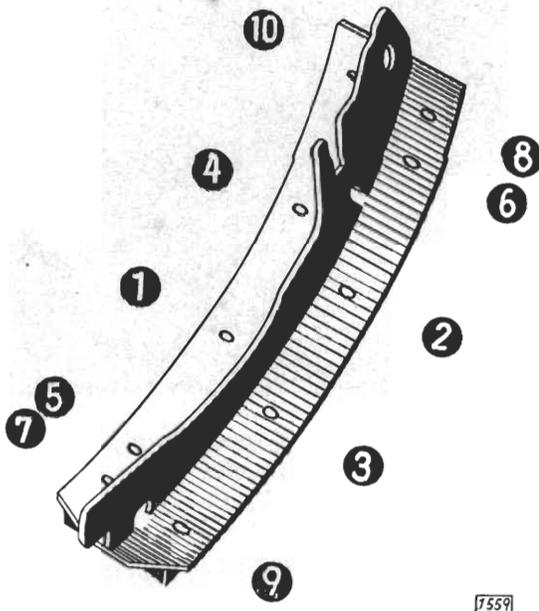

Bild 26 - Reihenfolge beim Festnieten des Bremsbelages an den hinteren Bremsbacken
1. Bremsbeläge der Hinterrad-Bremsbacken nach der Reihenfolge in Bild 26 festnieten.